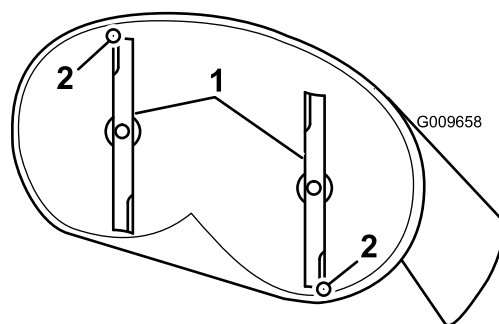

Figure 51
4. Faites pivoter les lames avec précaution pour faire passer les pointes avant à l'arrière (Figure 51).
5. Mesurez la distance entre la pointe de la lame avant et la pointe de la lame arrière par rapport à la surface plane (Figure 51).
9. Une fois le réglage effectué, vérifiez à nouveau l'inclinaison avant/arrière des lames; continuez d'ajuster l'écrou jusqu'à ce que la pointe avant de la lame soit de 1,6 à 8 mm (1/16 à 5/16 po) plus bas de la pointe arrière (**Figure 51**).